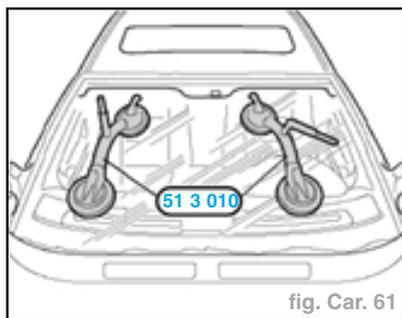

fig. Car. 61
- Sortir le pare-brise à l'aide de l'outil spécial **51 3 010** (fig. Car. 61).